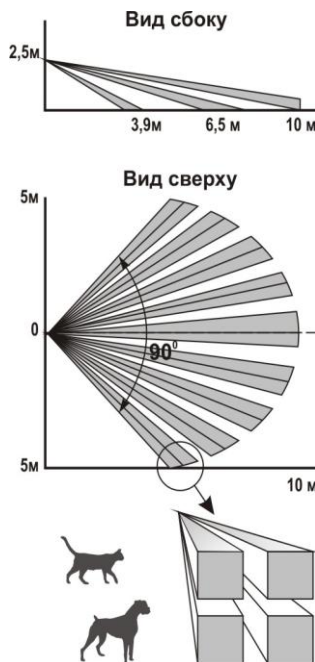

Рисунок 2
**2.1** Принцип действия основан на регистрации четырехплощадочным пироэлектрическим приемником изменений потока теплового излучения, возникающих при пересечении человеком зоны обнаружения, которая состоит из чувствительных зон. Каждая чувствительная зона состоит из четырех элементарных чувствительных зон (рисунок 2). Чувствительные зоны извещателя формируются линзой Френеля и четырехплощадочным пироэлектрическим приемником.